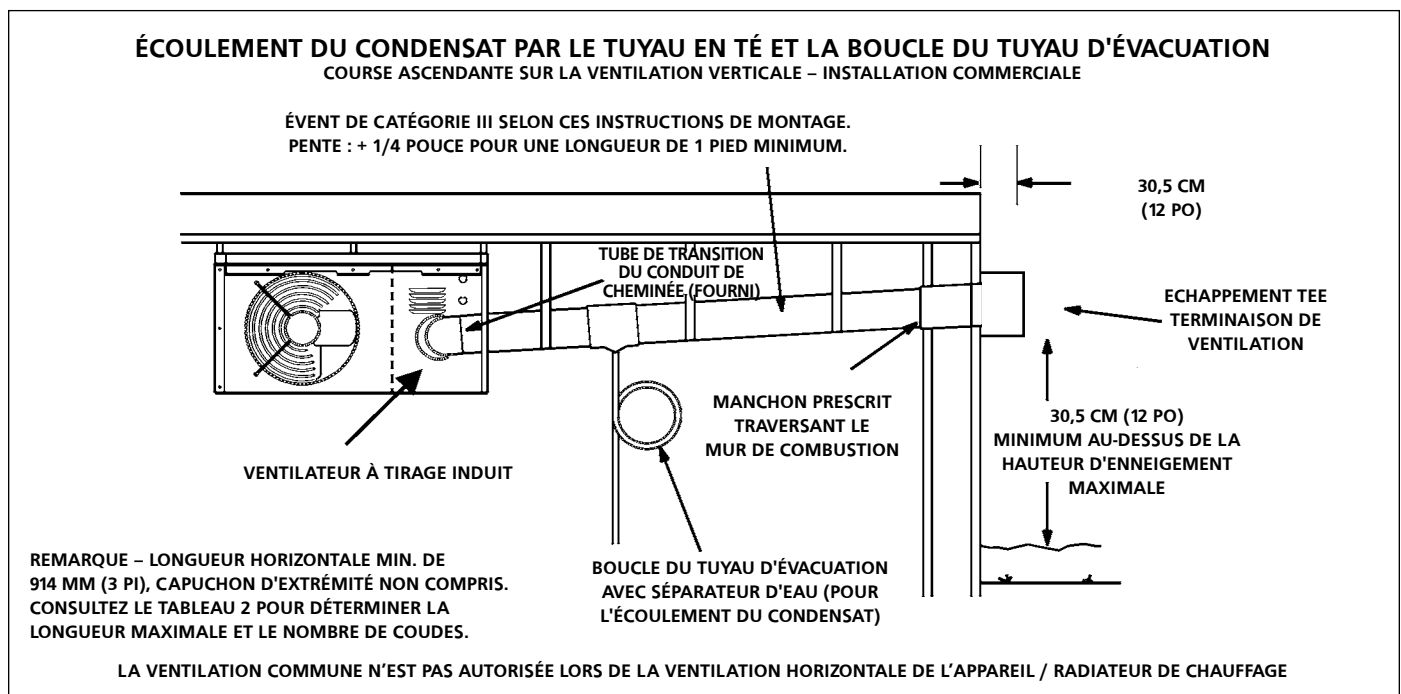

FIGURE 3
8. Lorsque la sortie est acheminée à travers un mur inflammable extérieur, il doit être soutenu en utilisant une bague de dégagement. Sceller la connexion entre la paroi unique et les tuyaux du double mur et l'espace annulaire du tuyau à double mur, conformément à l'illustration 2. Le bord intérieur de la pièce de sortie de ventilation en T doit être au moins à 12 pouces du mur extérieur, comme indiqué à la **figure 3**.
et **C - Ventilation horizontale générale** et **D - Ventilation horizontale - Commerciale**. Reportez-vous à la **figure 3**.